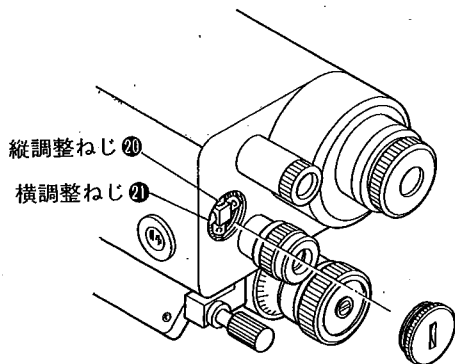

図28
- (7) (1)~(6)の手順を2~3回くり返せば調整は完了します。
- (8) b_2 と b'_2 の差が大きい場合はティルティングねじで b'_2 に視準を合せます。調整ねじ蓋⑬を硬貨等で開け、気泡管縦調整ねじ⑭で気泡を合致させます。そしてその微調整は(6)とティルティングねじで同じ操作を行なって下さい。(図28)